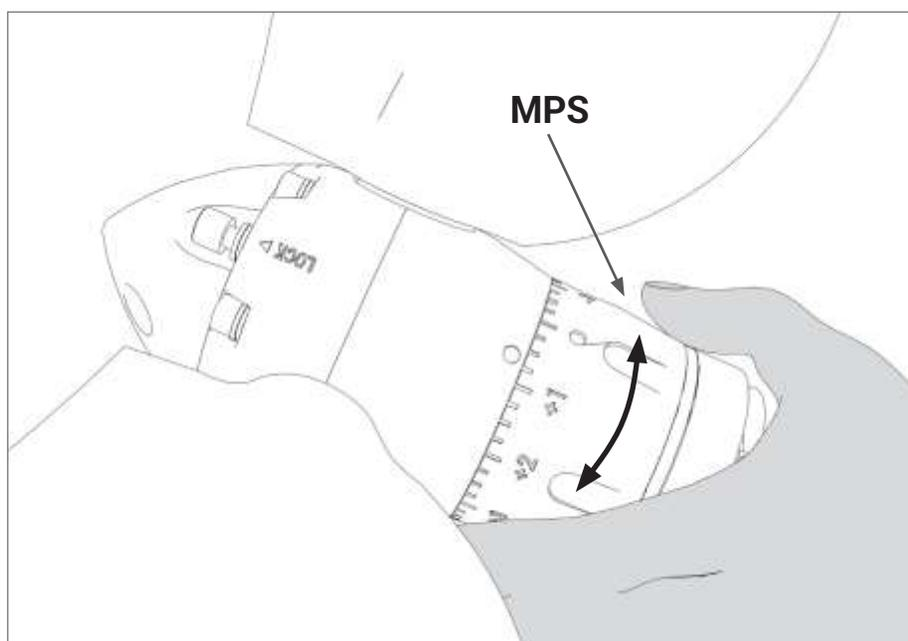

FIG. 25 Ajuste del paso
- Para obtener la variación de paso deseada, gire la anilla alineando con precisión la muesca seleccionada con el símbolo "○" en el cuerpo de la hélice (Fig. 25).